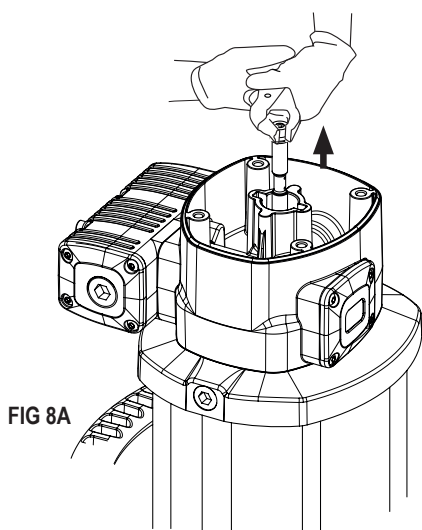
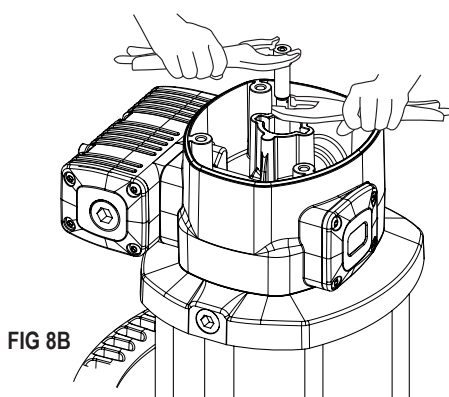

FIG 8A
FIG 8B
1. Unscrew the bolts (2) and remove the cap (3).
2. Unscrew the sensor sleeve (4).
3. With a manual clamp on the nut (5), pull the rod (39) outwards until its central recess appears (fig. 8A). Then, with another manual clamp, grab the rod (40) on said recess to prevent sealing surface to be damaged, and unscrew the nut (5) (fig. 8B).
4. Remove o-ring (6) and ring (7), and replace them with new ones later.
5. Unscrew the bolts (55). Pull the motor body (13) outwards to free it along with bridle (36).
6. Take away the gasket (9) and replace its seals (8) and (10).
7. Unscrew the bolts (37) and split the motor (13) from the bridle (36). Take away the washer (32) and replace the seal (8).
8. Take away the cylinder (50) while carefully holding the air piston (46). Replace the piston seal (45).
9. Reassemble in reverse order, applying thread locker in screws (37), nut (5) and sensor sleeve (4).
1. Skruva bort skruvarna (2) och ta bort locket (3).
2. Skruva bort sensorhylsan (4).
3. Använd en polygrip för att hålla fast muttern (5), dra axeln (39) uppåt tills en avsmalning i axeln blir synlig (fig 8A). Använd ytterligare en polygrip och fatta runt avsmalningen i axeln för att undvika skador på tätningsytorna på axelns större diameter, och skruva sedan bort muttern (5) (fig 8B).
4. Ta bort o-ringen (6) och ringen (7) och byt ut mot nya senare.
5. Skruva bort skruvarna (55). Dra bort luftmotorns hus (13) tillsammans med adapterplattan (36).
6. Ta bort hylsan (9) och byt tätningarna (8) och (10).
7. Skruva bort skruvarna (37) och dela luftmotorn (13) från adapterplattan (36). Ta bort brickan (32) och byt ut tätningen (8).
8. Ta försiktigt bort luftcylindern (50) samtidigt som man håller i luftkolven (46). Byt ut luftkolvens o-ring (45).
9. Montera i omvänd ordning, applicera låsvätska på skruvarna (37), muttern (5) och sensorhylsan (4).